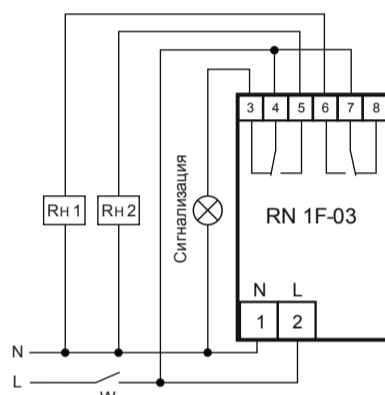

Рис. 2: схема подключения нагрузки мощностью до 0,6 кВт к устройству
7.2. Для подключения нагрузок к изделию до 0,5кВт на канал подключите нагрузки к изделию согласно рис.2. Для этого используйте одножильный или многожильный провод с двойной или усиленной изоляцией сечением, соответствующей мощности нагрузки. Заземленная нейтраль **N** подключается на контакт **1** изделия, нагрузкам и к сигнальному устройству (фонарь, звонок и т.д.). Фазное напряжение **L** может подаваться через выключатель **W** или напрямую и подключается к контактам **2, 4 и 7** изделия. Кроме того, нагрузки подключаются к контактам **5 и 6** изделия.